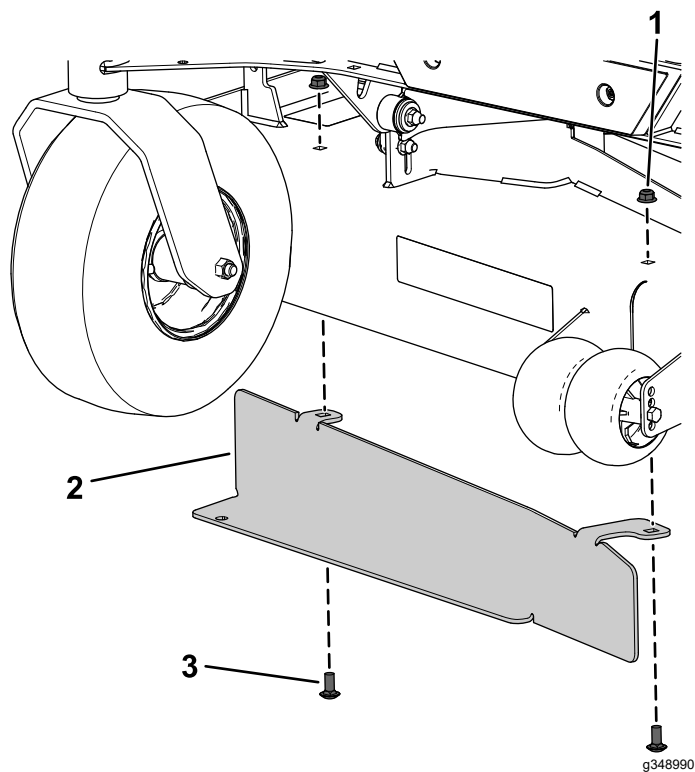
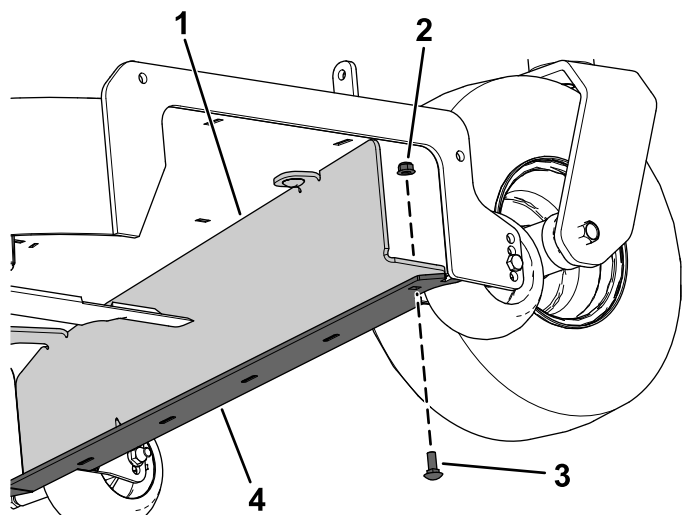

Figura 4
Figura 5
3. Instale el deflector del ensacador en la carcasa de la segadora y el parachoques de la carcasa con 2 pernos de cuello cuadrado ($\frac{3}{8}$ " x $\frac{7}{8}$ "), 2 contratuercas ($\frac{3}{8}$ "), 1 perno de cuello cuadrado ($\frac{5}{16}$ " x $\frac{7}{8}$ ") y 1 contratuerca ($\frac{5}{16}$ "), tal y como se muestra en la **Figura 4** y en la **Figura 5**.